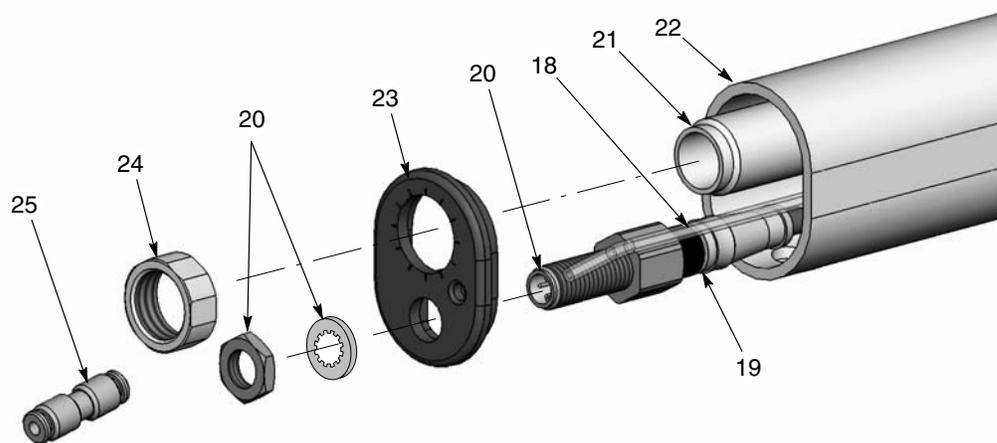
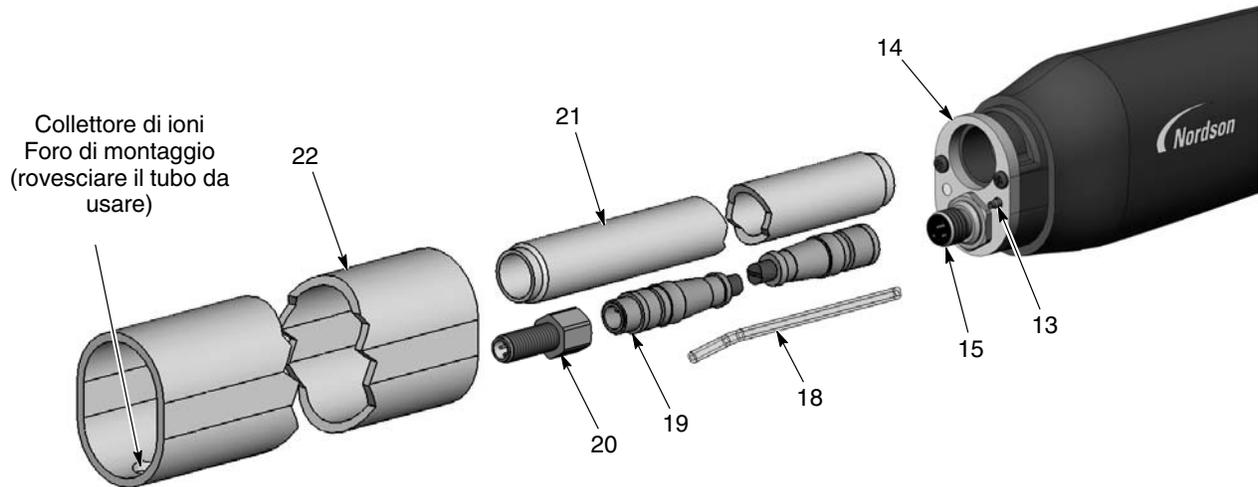
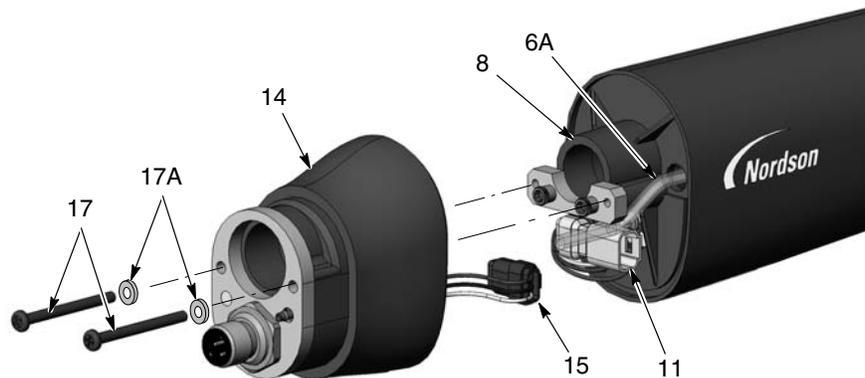
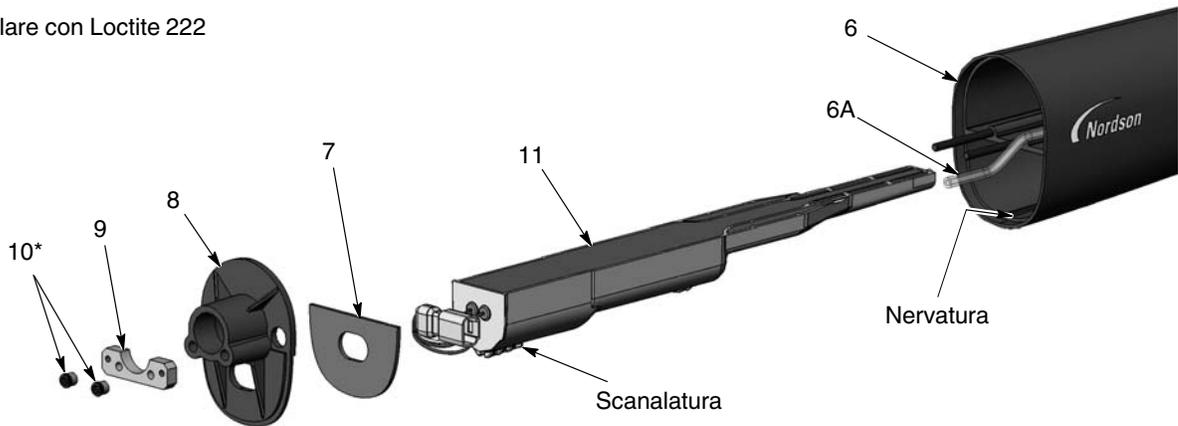

Figura 17 Smontaggio della pistola con montaggio su tubo 1 di 5
Figura 18 Smontaggio della pistola con montaggio su tubo 2 di 5
Figura 19 Smontaggio della pistola con montaggio su tubo 3 di 5
Figura 20 Smontaggio della pistola con montaggio su tubo 4 di 5
2. Vedi figura 17. Scollegare il bocchettone (25) dalla tubatura trasparente dell'aria da 4 mm (18).
3. Scollegare il cavo della pistola (non illustrato) dalla presa del cavo (20).
4. Svitare il dado del tubo di bloccaggio (24) dal tubo di bloccaggio (21).
5. Rimuovere il dado e la rondella di sicurezza dalla presa del cavo (20). Mettere da parte dado e rondella di sicurezza per riutilizzarli.
6. Tirare via il cappuccio (23) dall'estremità della pistola.
7. Vedi figura 18. Estrarre il tubo di montaggio (22) dal gruppo del corpo posteriore (14) e farlo passare sopra il tubo di bloccaggio (21).
9. Scollegare il cavo di prolunga (19) dal cablaggio della presa (15).
10. Scollegare la tubatura trasparente da 4 mm (18) dal raccordo con bava (13).
11. Se si sta sostituendo il cavo di prolunga, rimuovere la presa del cavo (20). Altrimenti si può lasciarla collegata.
12. Vedi figura 19. Togliere le due viti a brugola (17) e le rondelle di sicurezza (17A) dal corpo pistola posteriore (14).
13. Allontanare con delicatezza il corpo pistola posteriore dalla saracinesca (8) per scollegare il cablaggio di alimentatore della tensione (11) dal cablaggio della presa (15) e la tubatura del gruppo filtro (6A) dal raccordo con bava dentro il corpo posteriore.
14. Vedi figura 20. Con una chiave esagonale da 1/8-in. rimuovere i due dadi Allen (10) e la piastra di avvitarmento (9) dalla saracinesca (8). Poi rimuovere la saracinesca dal corpo pistola (6), facendo avanzare il cablaggio dell'alimentatore di tensione attraverso la saracinesca.
1. Vedi figura 20. Installare l'alimentatore di tensione (11) nel corpo pistola (6), assicurandosi che la nervatura del corpo pistola combaci con la scanalatura sull'alimentatore di tensione. Alloggiare saldamente l'alimentatore di tensione nel corpo della pistola.
2. Far avanzare il cablaggio dell'alimentatore di tensione attraverso la saracinesca (8), poi installare la saracinesca e la piastra di avvitamento (9) sui perni del corpo pistola. Applicare adesivo frenafilietti Loctite 222 sui dadi Allen (10) e avvitarli sui perni. Stringere i dadi a 0,45 N•m (64 inch-ounces) con una chiave esagonale da $\frac{1}{8}$ -in.
3. Vedi figura 19. Collegare il cablaggio dell'alloggiamento (15) al cablaggio dell'alimentatore di tensione (11). Infilare i connettori del cablaggio (11, 15) nel gruppo del corpo posteriore nelle posizioni illustrate.
4. Collegare la tubatura del gruppo filtro (6A) al raccordo con bava all'interno del corpo posteriore. Far avanzare qualsiasi tubatura trasparente dell'aria extra nel corpo della pistola, poi installare il corpo posteriore sulla saracinesca con le viti (17) e le rondelle di sicurezza (17A).
5. Vedi figura 18. Avvitare il tubo di bloccaggio (21) nel corpo posteriore (14).
6. Collegare il cavo di prolunga (19) al cablaggio dell'alloggiamento nel gruppo del corpo posteriore.
7. Collegare la tubatura trasparente da 4 mm (18) al raccordo con bava sul gruppo del corpo posteriore.
8. Orientare il tubo di montaggio (22) come desiderato:
9. Vedi figura 17. Collegare il cavo di prolunga (19) all'alloggiamento (20) nel cappuccio all'estremità (23).
11. Installare il cappuccio all'estremità sul tubo di montaggio, facendo avanzare il tubo di bloccaggio (21) e la tubatura trasparente da 4 mm (18) attraverso il cappuccio all'estremità.
12. Fissare l'alloggiamento del cavo (20) al cappuccio dell'estremità con la rondella di sicurezza e il dado.
13. Avvitare il dado del tubo di bloccaggio (24) sul tubo di bloccaggio e stringerlo bene.
14. Installare il bocchettone (25) sulla tubatura trasparente da 4 mm.